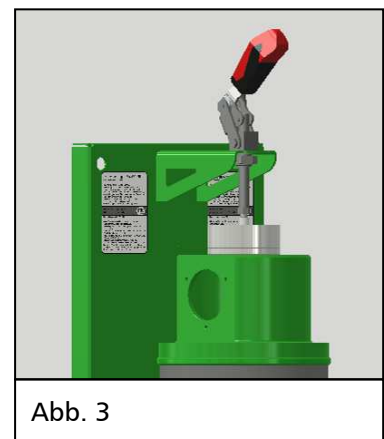

Abb. 3
- Auf korrekte Position der CO₂ Filterpatrone achten (Abb. 3).